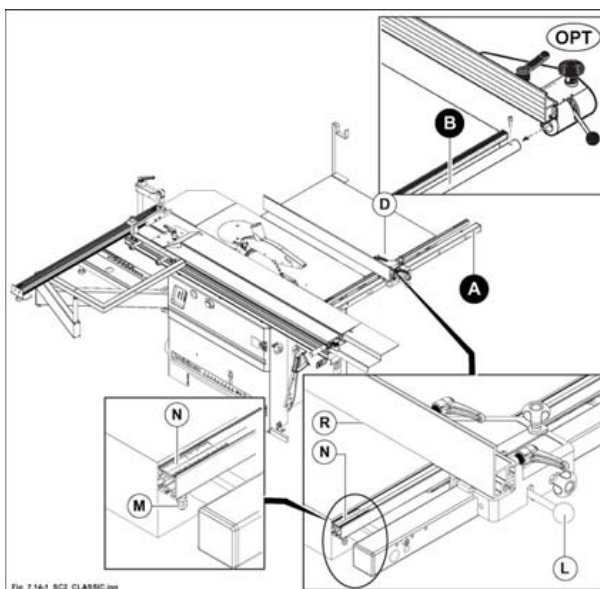

Fig. 7.14-1. SC2 CLASSIC.jpg Fig. 7.14-1
- 2) Sbloccare il gruppo guida per tagli paralleli (D fig. 7.14-1) tramite la maniglia (L fig. 7.14-1) e spostarlo in modo da leggere un valore (esempio 200 mm) fra lo spigolo (R fig. 7.14-1) della riga rivolto alla lama e la riga millimetrata sottostante (N fig. 7.14-1).
- 4) Allentare i dadi (M fig. 7.14-1) e spostare la riga millimetrata (N fig. 7.14-1) in modo da leggere sullo spigolo (R fig. 7.14-1) della riga lo stesso valore misurato in precedenza con il metro.
- 5) Bloccare il gruppo guida con la maniglia (L fig. 7.14-1)
- 7) Serrare i dadi (M fig. 7.14-1).